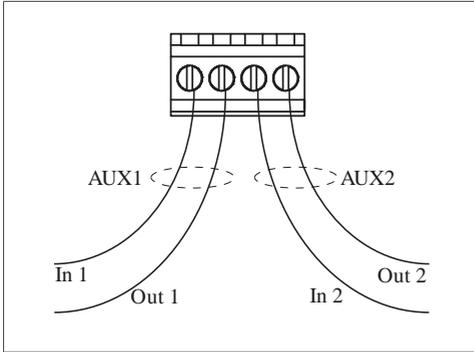

Abbildung 6: Anschlussklemme (AUX) für externe Signalgeber
Das Gerät verfügt über zwei potenzialfreie Kontakte AUX1 und AUX2 (Abb. 6), an denen z. B. ein KNX-Funk Binäreingang angeschlossen werden kann. Auf diese Weise kann ein Alarmsignal beispielsweise auf den KNX-Bus gesendet werden. Das Alarmsignal bleibt so lange aktiviert, bis der Alarm (siehe Gefährliche Situation, Wasser Leckage) durch Drücken der OK-Taste (3) auf der Sensoreinheit quitiert wird. Die Beschaltung der potenzialfreien Kontakte und deren Bedeutung ist in Tabelle 3 dargestellt.
- Herdzuleitung 1phasig (17) an die Anschlussklemmen **IN** (22/23/29) der Spannungsunterbrechung anschließen. Dabei zuerst den Schutzleiter anschließen.
- Anschlussleitung (30) durch die Kabeleinführung (10) stecken.
- Zugentlastung (26) herstellen.
- Anschlussleitung 1phasig (30) an die Anschlussklemmen **OUT** (22/23/28) der Spannungsunterbrechung anschließen. Dabei zuerst den Schutzleiter anschließen.
- Optional: Wasser Leckage Sensor in die Anschlussbuchse (12) der Spannungsunterbrechung (9) stecken (siehe Montage Wasser Leckage Sensor).
- Gehäuseabdeckung (13) mit den Befestigungsschrauben (14) am Gehäuseunterteil befestigen.
- Optional: externen Signalgeber an potenzialfreien Kontakt (18) anschließen (Abb. 6).